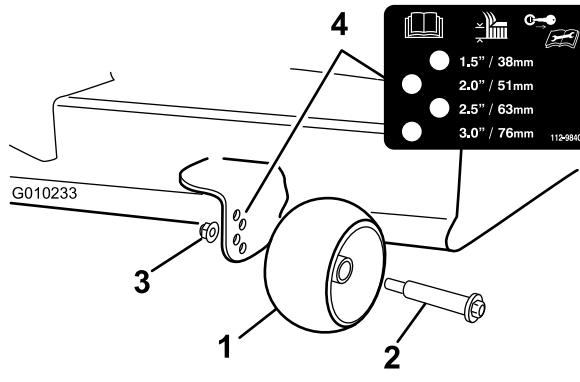

Figura 23
3. Regolate i fori antistrappo (Figura 23) per adattarli alla posizione di altezza di taglio più vicina.